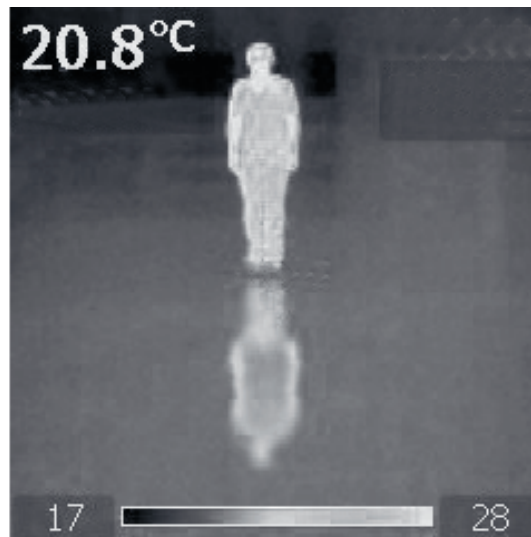

Figura 3: Figura termica di una persona e riflesso sul pavimento
- Riflessi sulle superfici specchiate(figura 3)